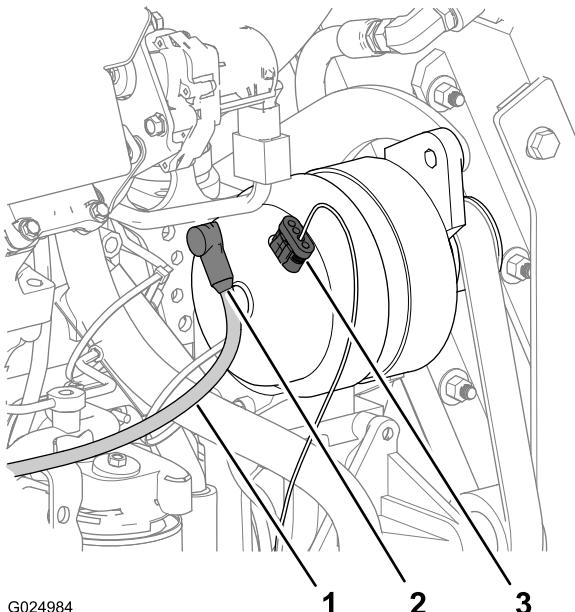

Figura 115
1. Retire la cubierta del terminal y del espárrago situados en la parte trasera del alternador (Figura 115).
3. Retire el conector hembra de 4 vías del cable del sensor de voltaje del conector de 4 pinos de la parte superior del alternador (Figura 115).
2. Conecte el conector hembra de 4 vías del cable al sensor de voltaje del conector de 4 pines de la parte superior del alternador (Figura 115).
3. Conecte el terminal del cable de carga al espárrago de la parte trasera del alternador (Figura 115).
5. Alinee la cubierta del cable de carga sobre el terminal y el espárrago (Figura 115).